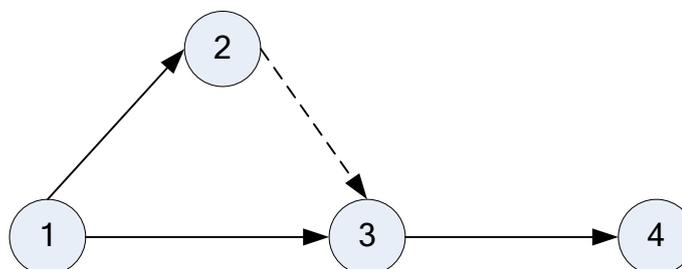

Рис. 1.6. Дійсні і фіктивні роботи
6. Для позначення дійсних робіт використовуються суцільні, а для фіктивних – пунктирні стрілки (рис. 1.6).